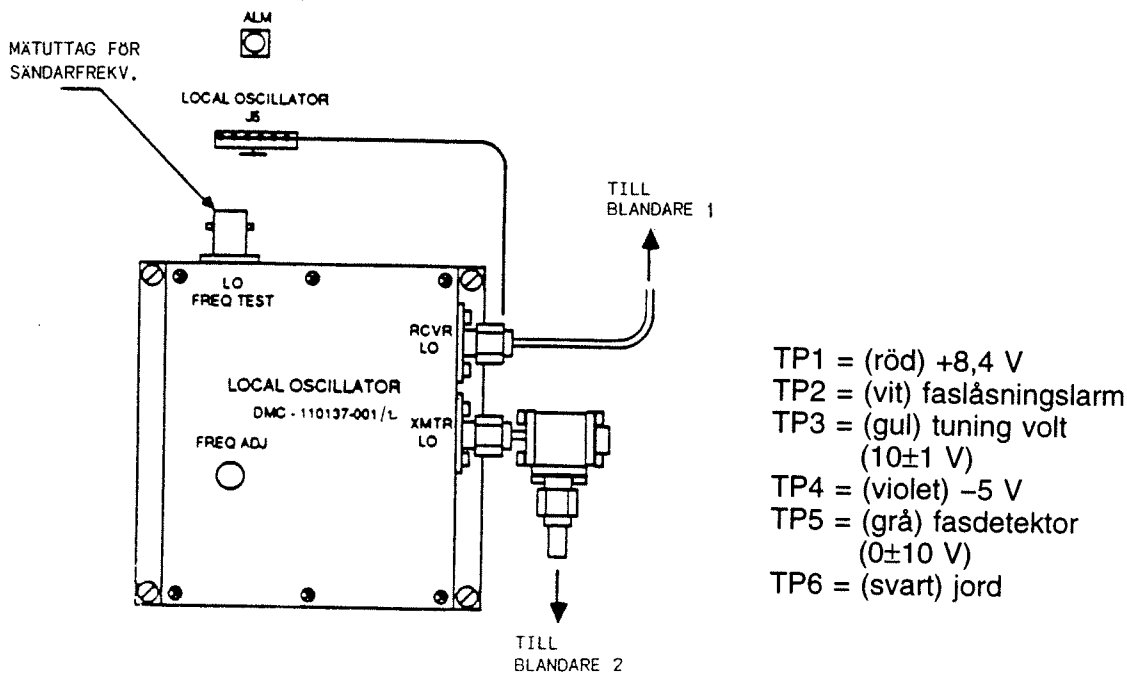

Bild 6. Felsökningschema
- 5.2.13.17 **Lokaloscillator L/H** (F3756-000010/11, DMC-131-110137-001/2), se bild 6. Koppla upp och kontrollera utrustningen enligt avsnitten 5.2.7 och 5.2.8.
- 5.3.1.2 Kontrollera att uppmätt värde överensstämmer med specificerad frekvens. Felavvikelsen får vara högst  $\pm 250$  Hz. Om så ej är fallet, utför avsnitt 5.2.14, bild 6.